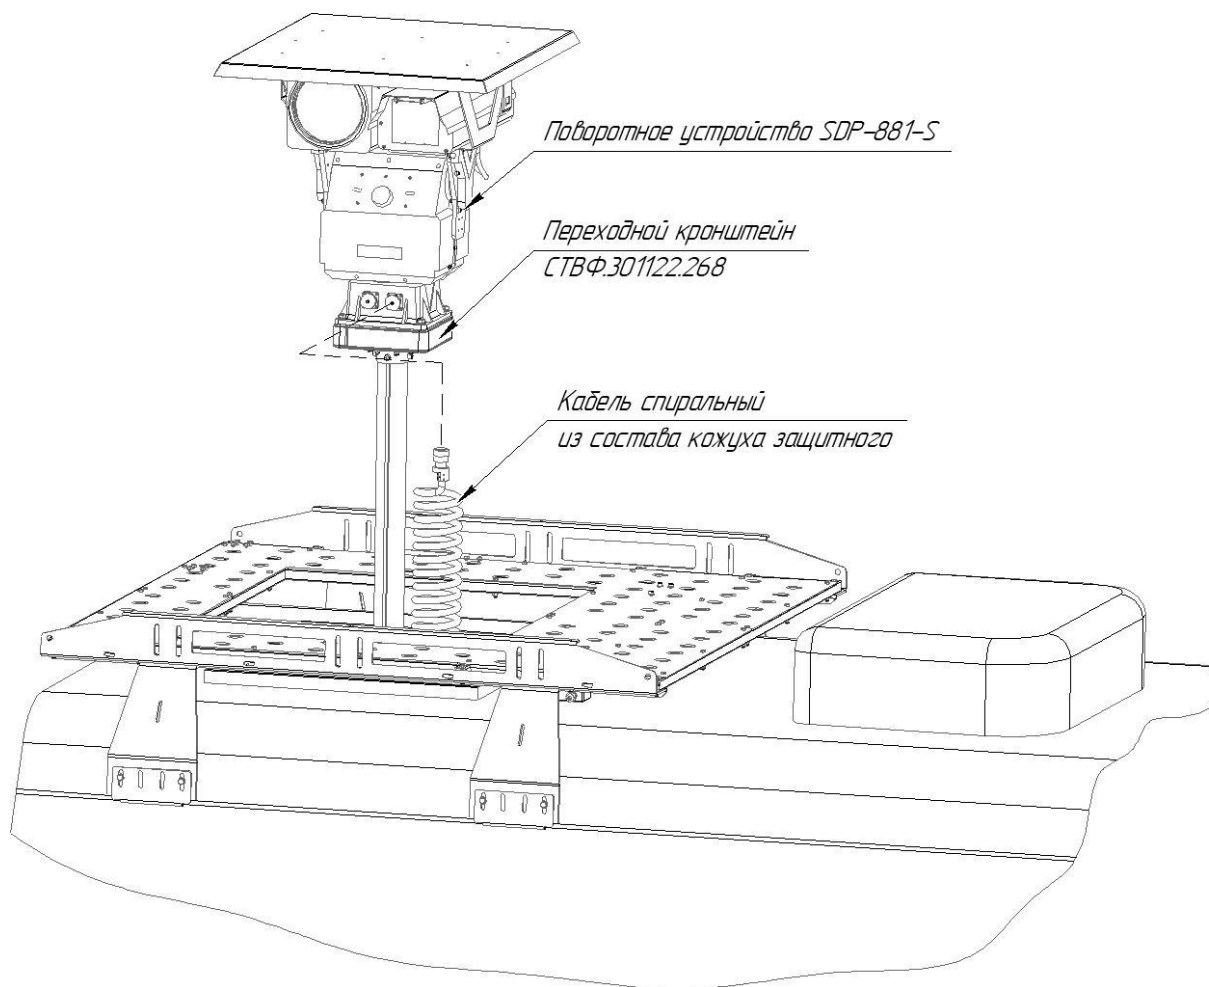

Рисунок 2.3
**Шаг 1. Демонтировать переходной кронштейн, рисунок 2.3**